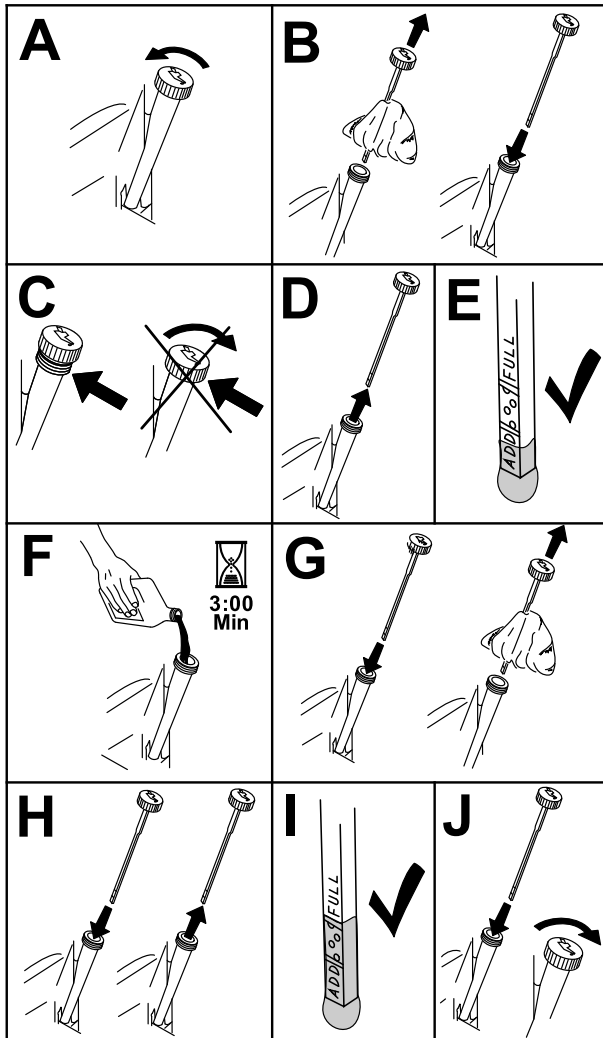

Figura 54
- Pare el motor, retire la llave y espere a que se detengan todas las piezas en movimiento antes de abandonar el puesto del operador (Figura 54).